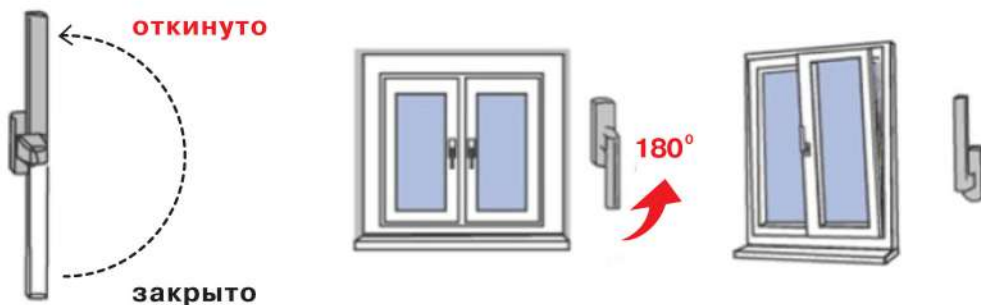

Рис.2
3) Для перевода створки из закрытого положение в откидное (поворот створки относительно нижней горизонтальной оси, положение «Откинута» на Рис.2) ручку поворачивают вертикально на 180 градусов вверх, затем, потянув за ручку, поворачивают створку относительно нижней горизонтальной оси на заданный изготовителем угол (не более 10 градусов) (откидной режим).
4) Для запираения створки из открытого или откидного положения её сначала закрывают и, придерживая створку рукой, поворачивают ручку вертикально вниз (положение «Закрыто» на Рис. 2).